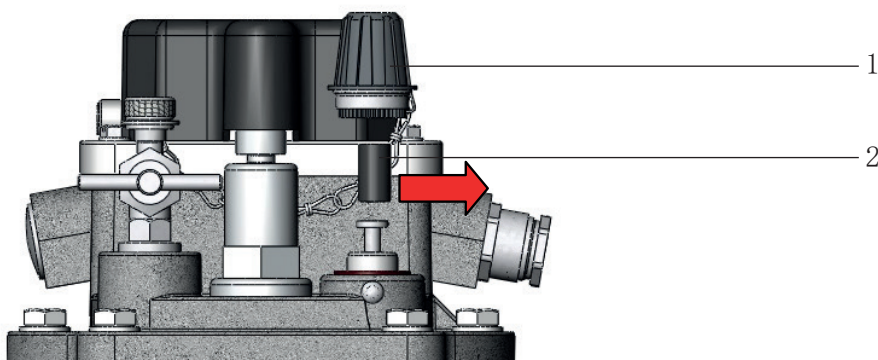

图 3 - 运输保险装置的拆除
- 拧下大闷盖螺母(图 3 中 1)。
- 从大闷盖螺母上取出运输保险装置(图 3 中 2)。